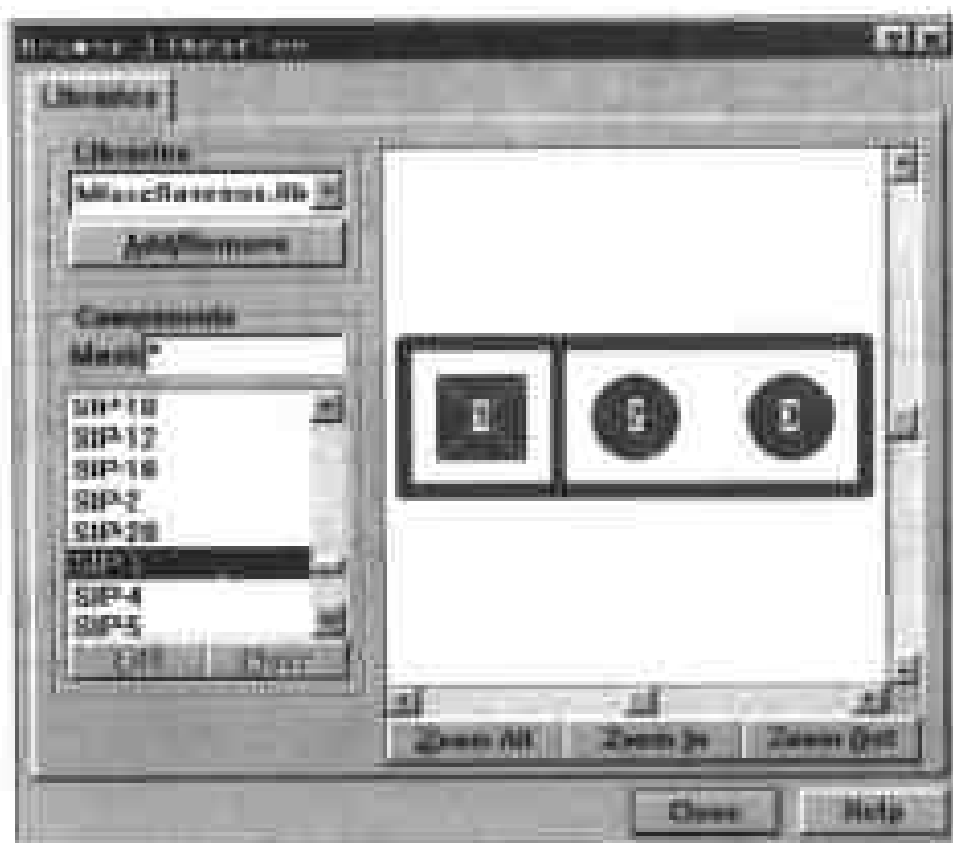

图 8-43 从元件库中选择元件
(3) 如果用户不能确定要导入电路板中元件的具体封装形式,可以在此对话框中单击 Browse 命令按钮,弹出如图 8-43 所示的对话框,从中选择元件。